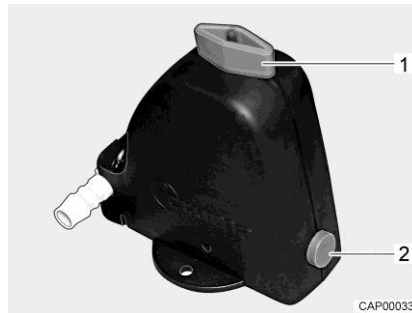
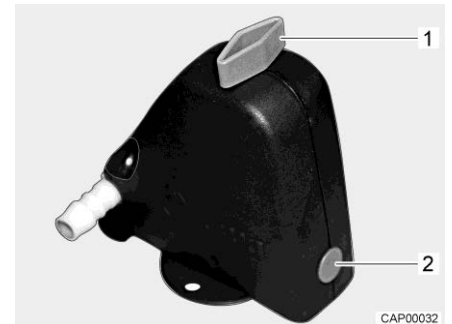

Bild 138 Sicherheits-/Ablassventil geöffnet
Bild 139 Sicherheits-/Ablassventil geschlossen
- Sicherheits-/Ablassventil schließen. Dazu Drehknopf (Bild 138,1) quer zum Sicherheits-/Ablassventil drehen und Druckknopf (Bild 138,2) hineindrücken. Das geschlossene Sicherheits-/Ablassventil ist in Bild 139 dargestellt.